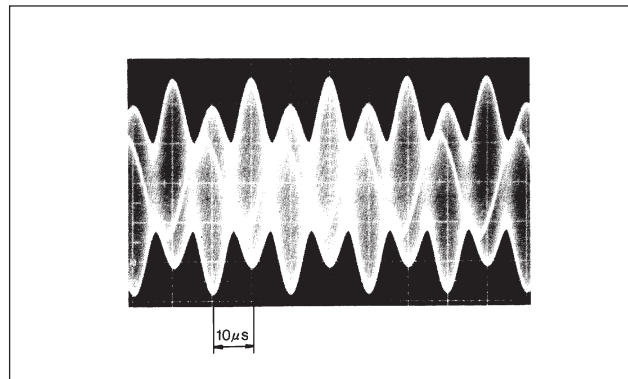
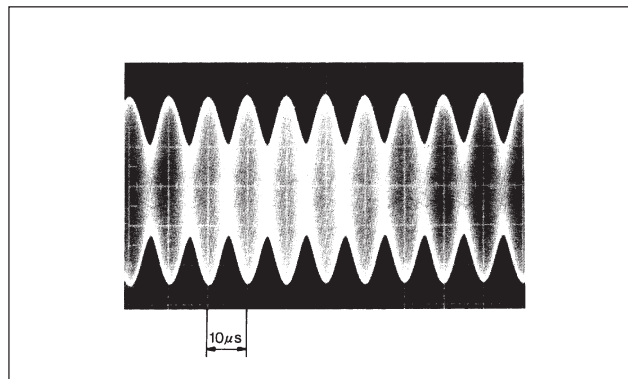
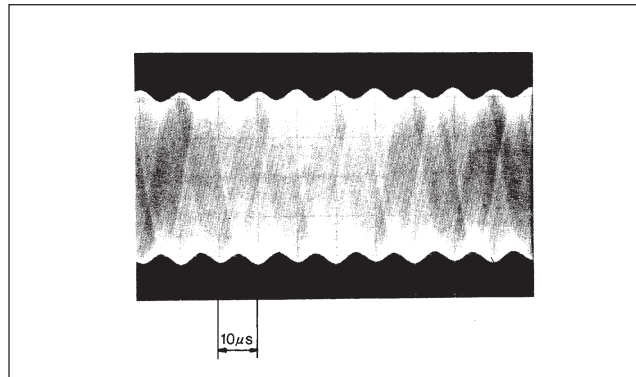

図6.
図7.
図8.
- ① オシロスコープを用意し、入力結合切替えをACに水平掃引軸 $10\ \mu\text{s}/\text{div}$ 、垂直軸 $0.5\ \text{V}/\text{div}$ に合わせ、CH1をPM端子へ接続させます。このとき、トリガソースはINT CH1でとってください。
- ② CH1に正弦波が観測されます。スケールの移動に応じて、この正弦波の位相が動き、エンベロップのリップルが観察できます。RV2ボリュームを廻し、あらかじめ正弦波の振幅を約 $2\ \text{Vp-p}$ に合わせておきます。(これをゲイン調整といいます。)
- ③ RV1ボリュームを右廻し(CW)一杯に廻し、スケールを移動させると図6.に示すような波形が観測されます。このとき、RV4ボリュームを調整して図7.に示すように、隣り合う山の高さを均一にします。(これをDCバランス調整といいます。) PM信号の最小振幅が $0.5\ \text{Vp-p}$ 以下になると、アラーム機能が動作することがあります。
- ④ RV1ボリュームを左廻し(CCW)一杯に廻し、スケールを移動させると、③と同様に図6.に示すような波形が観測されます。このとき、RV5ボリュームを調整して図7.に示すように、隣り合う山の高さを均一にします。
- ③④の調整を交互に数回繰り返し、RV1ボリュームの回転によって隣り合う山の高さがずれなくなるまで調整してください。
- ⑤ RV1ボリュームを中心付近に設定し、スケールを移動させると図8.に示すような波形が観測されます。このときRV3ボリュームを調整し、エンベロープリップルが最小になるようにします。また、RV1ボリュームも微調整しエンベロープリップルが最小になるようにします。このとき、オシロスコープの感度を上げ(50~100 mV/div)垂直位置調整をして、エンベロープリップルを画面中央に拡大してからボリューム調整を行なうと容易に微調整ができます。